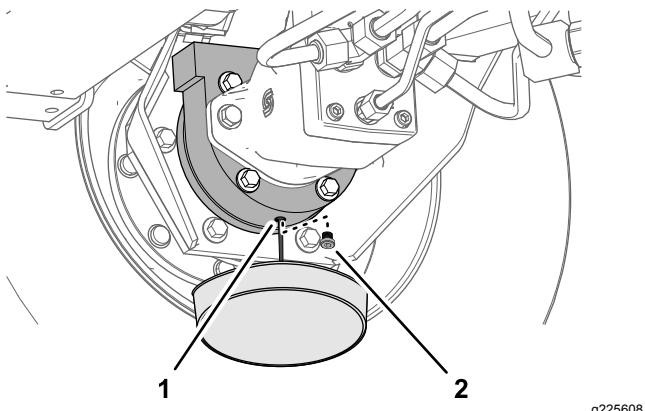

Figura 93
- Coloque un recipiente debajo del alojamiento del freno, retire el tapón de vaciado y deje que se drene el aceite totalmente (Figura 93).